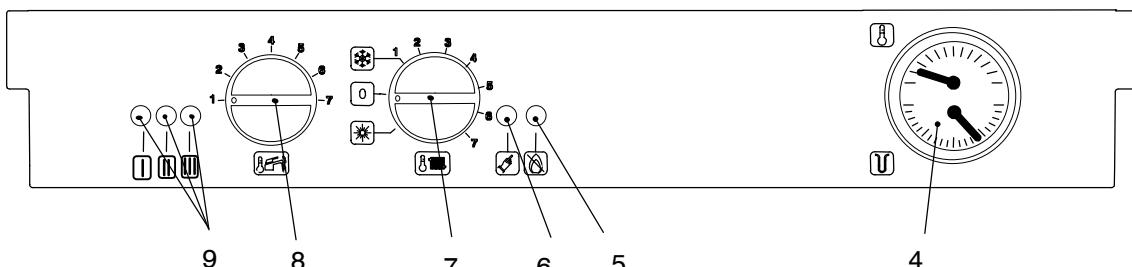

Fig. 1-3
Three lights (9 in Fig. 1-3) give detailed indication regarding the operation of the boiler.
Три лампочки (9 на рис.1.3) дают подробную информацию о работе котла. Нижеследующая таблица дает разъяснение индикации в зависимости от того в какой последовательности и комбинациях моргают те или иные лампочки
- 2 Turn on the electricity supply to the boiler, switching on the fused spur isolation switch. The appliance operation light 9 (Fig. 1-3) will flash every 4 seconds (stand-by condition).